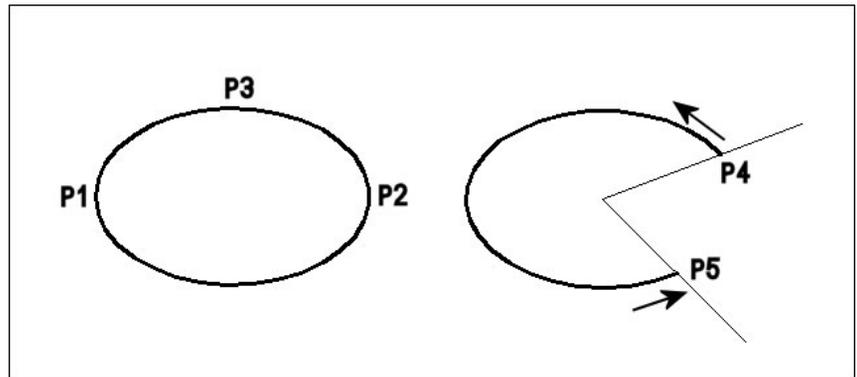

Fig.4.37
- 4 Pointer la direction de l'angle d'arrivé : P5 (fig.4.37).